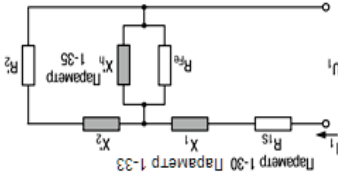

Рисунок 2.1 – Введение дополнительных характеристик электродвигателя
- запустить АД на холодном электродвигателе (см. параметр 1-29) – ПЧБ измерит характеристики электродвигателя (рисунок 2.1) и автоматически заносит в память значения параметров 1-30, 1-35, 1-36;